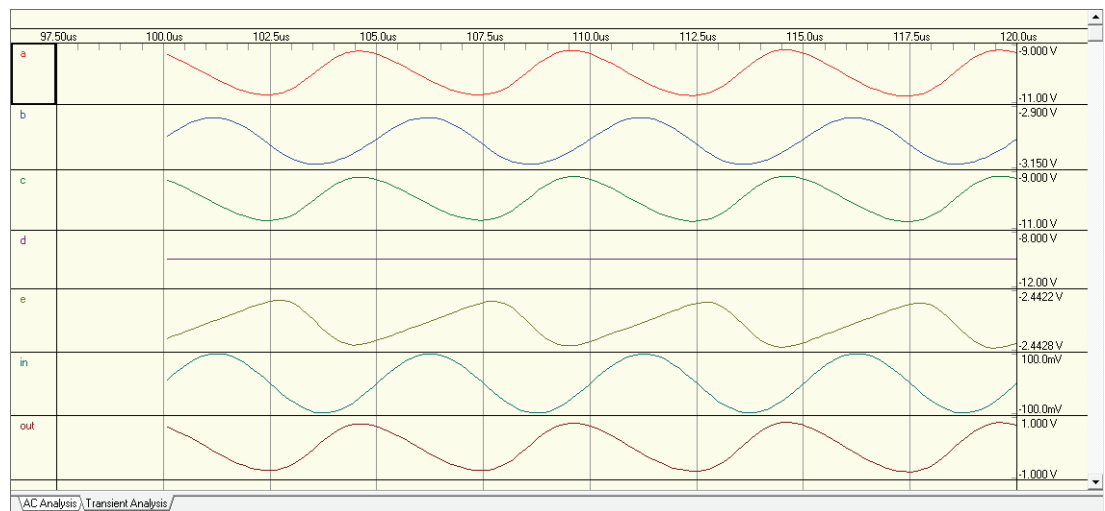
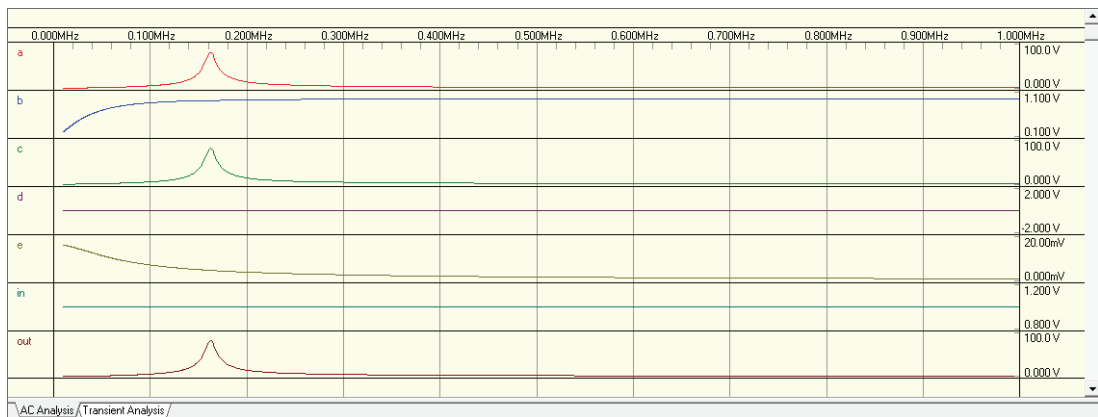
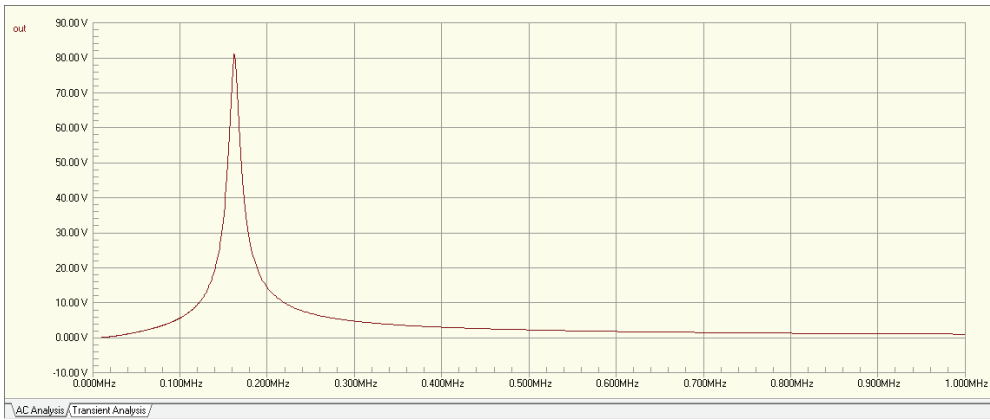

图 4-35 瞬态分析的仿真波形
图 4-36 交流小信号的仿真波形
图 4-40 输出端的交流小信号分析波形
3) 仿真器将输出仿真结果。仿真器的输出文件为“*.sdf”文件，“*.sdf”文件为输出波形的显示，如图 4-35 和图 4-36 为本实例的仿真波形显示。
7) 交流小信号分析。对原电路进行交流小信号分析后, 可得如图 4-36 所示的波形。输出端的交流小信号分析波形显示在单独的窗口时, 如图 4-40 所示。